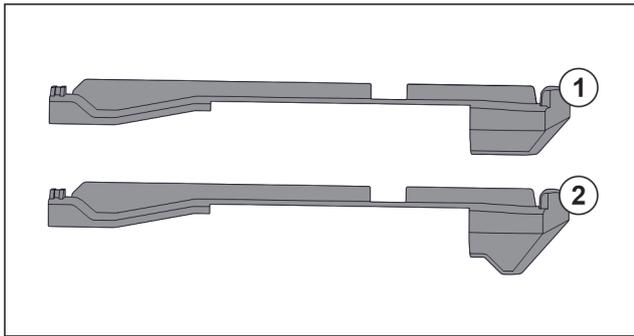

Fig. 62 Vergleich der Aufsteckteile
Im Gerät befinden sich zwei unterschiedliche Aufsteckteile. Das Aufsteckteil über dem untersten Schubfach Fig. 62 (2) hat eine dreieckige Kante. Alle anderen Aufsteckteile Fig. 62 (1) haben eine gerade Kante.
- ▶ Aufsteckteil Fig. 62 (2) mit der dreieckigen Kante über dem untersten Schubfach anbringen.
- ▶ Aufsteckteil Fig. 62 (1) mit der geraden Kante an allen anderen Stellen anbringen.